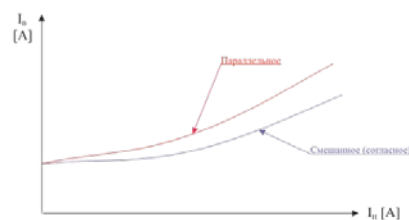

РИС. 3
5. По данным таблицы 3 построить регулировочные характеристики $I_B = f(I_H)$ при $U = \text{const}$ (см. рис.3).